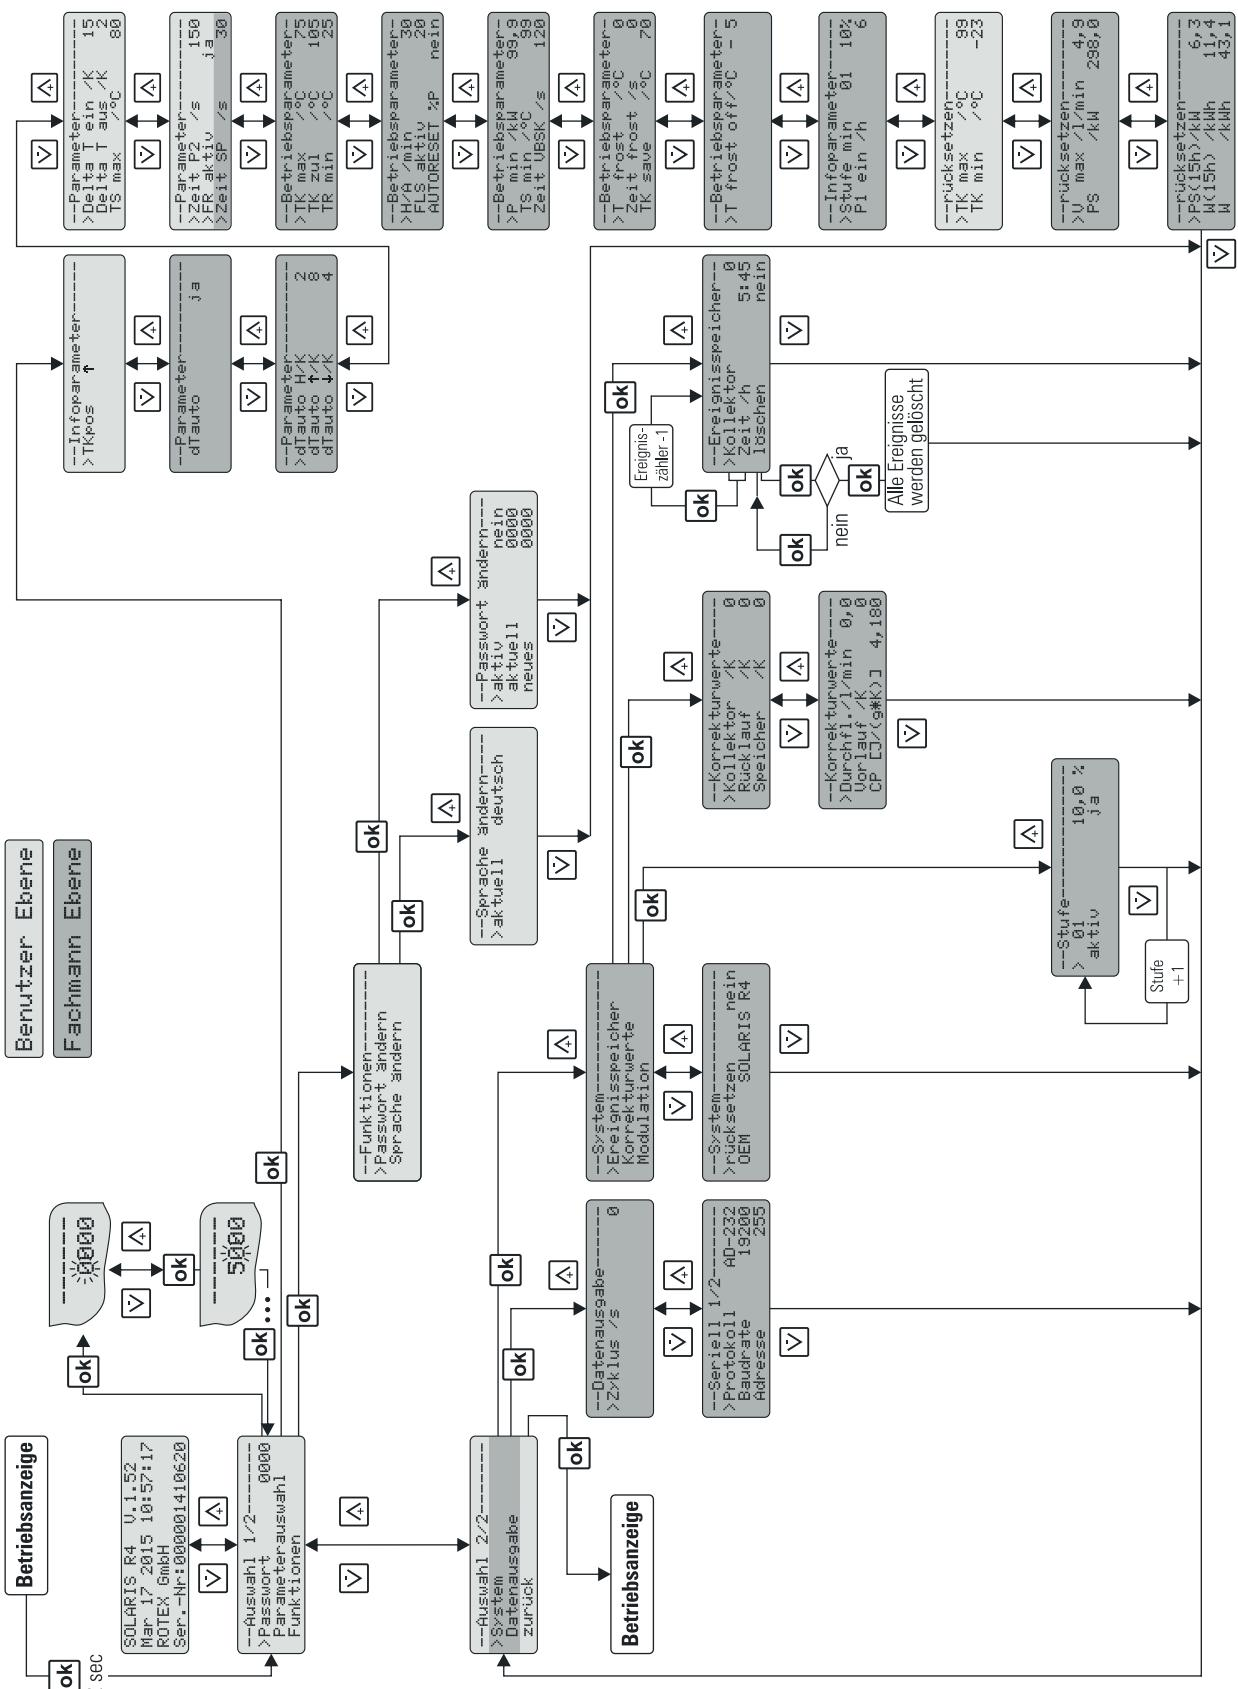

Bild 6-7 Einstellmenü
Am Status der Frostschutzfunktion "FR aktiv" ist zu erkennen, ob die Funktion aktiviert oder deaktiviert ist (Bild 6-7). Der Heizungsfachmann kann die Funktion manuell ein- oder ausschalten.
Im Menü (Bild 6-7) wird in der ersten Zeile der aktive Menüpfad angezeigt, in der linken Spalte zeigt ein Cursor (">") auf den darunter liegenden Menüpfad oder einen Parameter. Von dort aus navigiert man im jeweiligen Menübaum mit den Pfeiltasten nach oben (+ Taste) oder unten (- Taste).
Wurde der gewünschte Parameter geändert und die gesamte Parameterliste nach unten durchgeblättert, gelangt man wieder zurück in das Auswahlmenü "Auswahl 2/2" und von dort in die Betriebsanzeige (siehe Bild 6-7). Die Regelung arbeitet sofort mit den geänderten Parameterwerten. Grundsätzlich springt die Regelung in den Betriebsanzeigemodus zurück, wenn etwa 10 min lang keine Taste betätigt wird.
Der Fachmannbereich des Einstellmenüs ist durch ein Passwort geschützt, welches am Anfang des Einstellmenüs eingegeben wird. Auch der Benutzerbereich kann geschützt werden. Die Ebene Benutzer und die Ebene Fachmann sind im Bild 6-7 farblich unterschiedlich dargestellt.
Die Aktivierung und Änderung bzw. Neuvergabe des Benutzer-Passwortes erfolgt im Menüpfad: "Auswahl 1/2" -> "Funktionen" -> "Passw. ändern" (siehe Bild 6-7):
Das Passwort wird im Menüpfad :"Auswahl 1/2" unter "Passwort 0000" eingegeben. Es schaltet alle für den Fachmann wichtigen Anlagenparameter im Einstellmenü frei (siehe Bild 6-7).
Im Einstellmenü kann im Menüpfad: "Auswahl 1/2" -> "Funktionen" -> "Sprache ändern" nachträglich eine andere Sprache ausgewählt werden (Bild 6-7).
Die Einstellung der Parameter erfolgt nach Bild 6-7. Alle einstellbaren Parameter sind mit Zugriffsebene, Verstellbereich und Werkseinstellung in Tab. 6-5 dargestellt. Im Menüpfad: "Auswahl 1/2" -> "Parameterauswahl" -> "Rücksetzen" können die Maximalwerte und Rechenwerte (siehe Tab. 6-5) zurückgesetzt werden. Dabei wird mit der OK-Taste der angewählte Maximalwert sofort auf Null gesetzt. Die Pfeiltaste nach unten macht diese Handlung rückgängig, der Cursor geht zurück nach links. Mit der OK-Taste wird die Auswahl bestätigt. Durch wiederholtes Drücken der Pfeiltaste nach unten gelangt man in das Feld "Auswahl 2/2". Bestätigen von "zurück" navigiert in die Betriebsanzeige.
- Über den Menüpfad: "Auswahl 2/2" -> "System" -> "Modulation" zu "Stufe" (siehe Bild 6-7) navigieren.
- Über den Menüpfad: "Auswahl 2/2" -> "System" -> "Korrekturwerte" den Korrekturparameter (siehe Bild 6-7) anwählen und Werte entsprechend Tab. 6-4 verändern.
( 16 41 10) benötigt. Erreicht die Solaranlage eine vom Heizungsfachmann einstellbare Momentanleistung (Menüpfad: "Auswahl 1/2" -> "Parameterauswahl" -> "Betriebsparameter "P min"")) oder ist der Speicher auf eine vom Heizungsfachmann einstellbare Mindest-Speichertemperatur (Betriebsparameter " $T_S$  min" siehe Tab. 6-5) aufgeheizt, wird über einen Kontakt z. B. der Brenner stromlos geschaltet. Die Parametereinstellung für den Brennersperrkontakt ist in Bild 6-7 beschrieben.